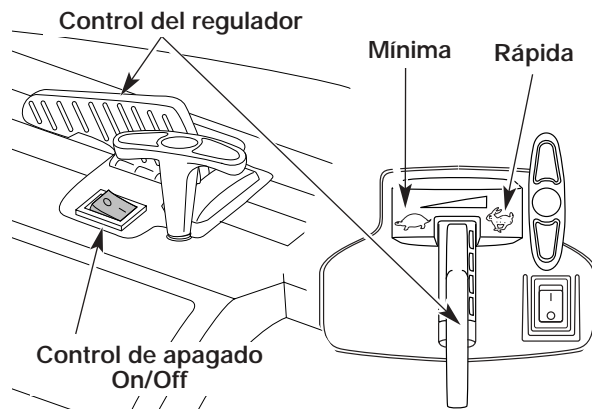
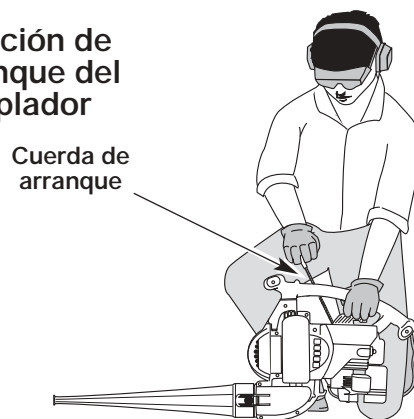
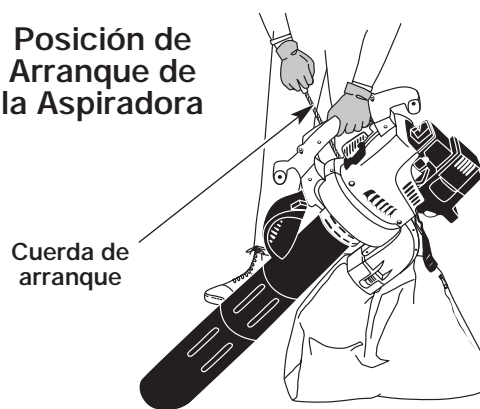

Fig. 10
Fig. 12
Fig. 13
ADVERTENCIA: Evite los arranques accidentales. Esté en posición de arranque cuando hale la cuerda (Fig. 12 y 13).
4. Ponga la unidad en la posición de arranque (Fig. 12 o Fig. 13). Coloque el control del regulador en la posición de **RÁPIDA** (↻) (Fig.10).